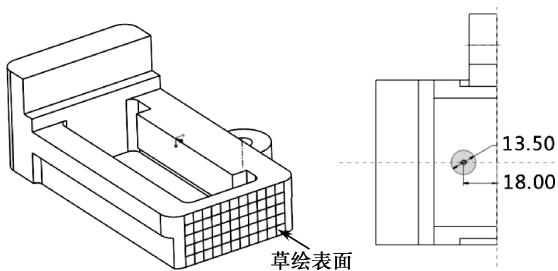

图 4-62 草绘平面及截面
(1) 单击  按钮打开拉伸操控面板，单击属性面板上的  按钮。
(2) 选择如图 4-62 所示的零件表面作为草绘平面，进入草绘界面，绘制如图 4-62 所示的截面。完成后单击草绘工具栏中的  退出草图。